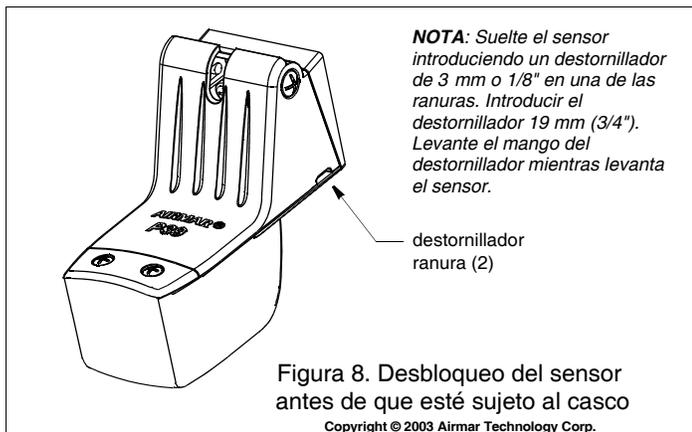

Figura 8. Desbloqueo del sensor antes de que esté sujeto al casco
- **Antes de proceder a la instalación**—Si el sensor está encajado en el soporte pero no sujeto al casco, utilice este método. Suelte el sensor hacia arriba introduciendo un destornillador de 3 mm o 1/8" en una de las ranuras del lateral del sensor (figura 8). Debe introducir el destornillador 19 mm (3/4") en la ranura. Levante el mango del destornillador mientras levanta el sensor.